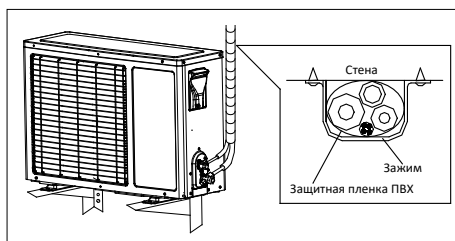

Рис. 11
- Закрепите трубы на стене с помощью специальных скоб (рис. 11).